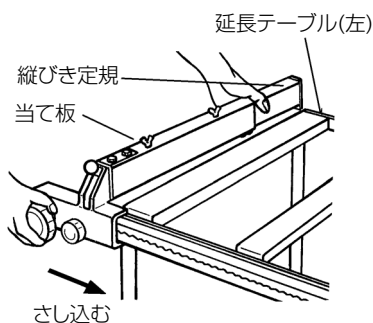

図 46
(2) 木材がこの刃に触れない状態でスイッチを入れます。木材を縦びき定規にそって、ゆっくり押し切断してください。
(3) 縦びき定規を延長テーブルセット(左)(別売)側へ取付けることもできます。縦びき定規を本体の右端へ動かして取りはずしてから、延長テーブル(左)の左端よりさし込みます。(図46)
(4) 縦びき定規より長手方向に短い当て板(図46参照)が付いています。当て板を付けてご使用になると、切断途中、のこ刃と縦びき定規に木材がはさまれて反発するのを防止します。